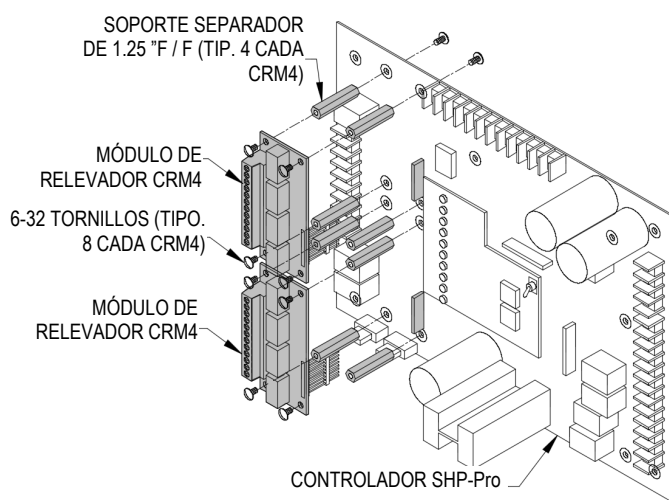

Figura 29 Montaje del módulo CRM4
Paso 1: asegure los dos soportes separadores hexagonales F/F en la placa de control principal con los tornillos proporcionados, como se muestra en la Figura 29.